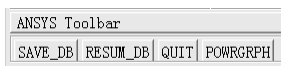

图 4-28 工具条
(9) 单击操作界面左上角工具条中的“SAVE_DB”按钮(见图 4-28), 保存文件。